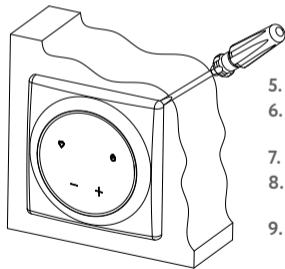

Abb.8
2. Führen Sie ihn in die Ecke zwischen dem OneKeyElectro-Rahmen und der Wand ein (Abb. 8)